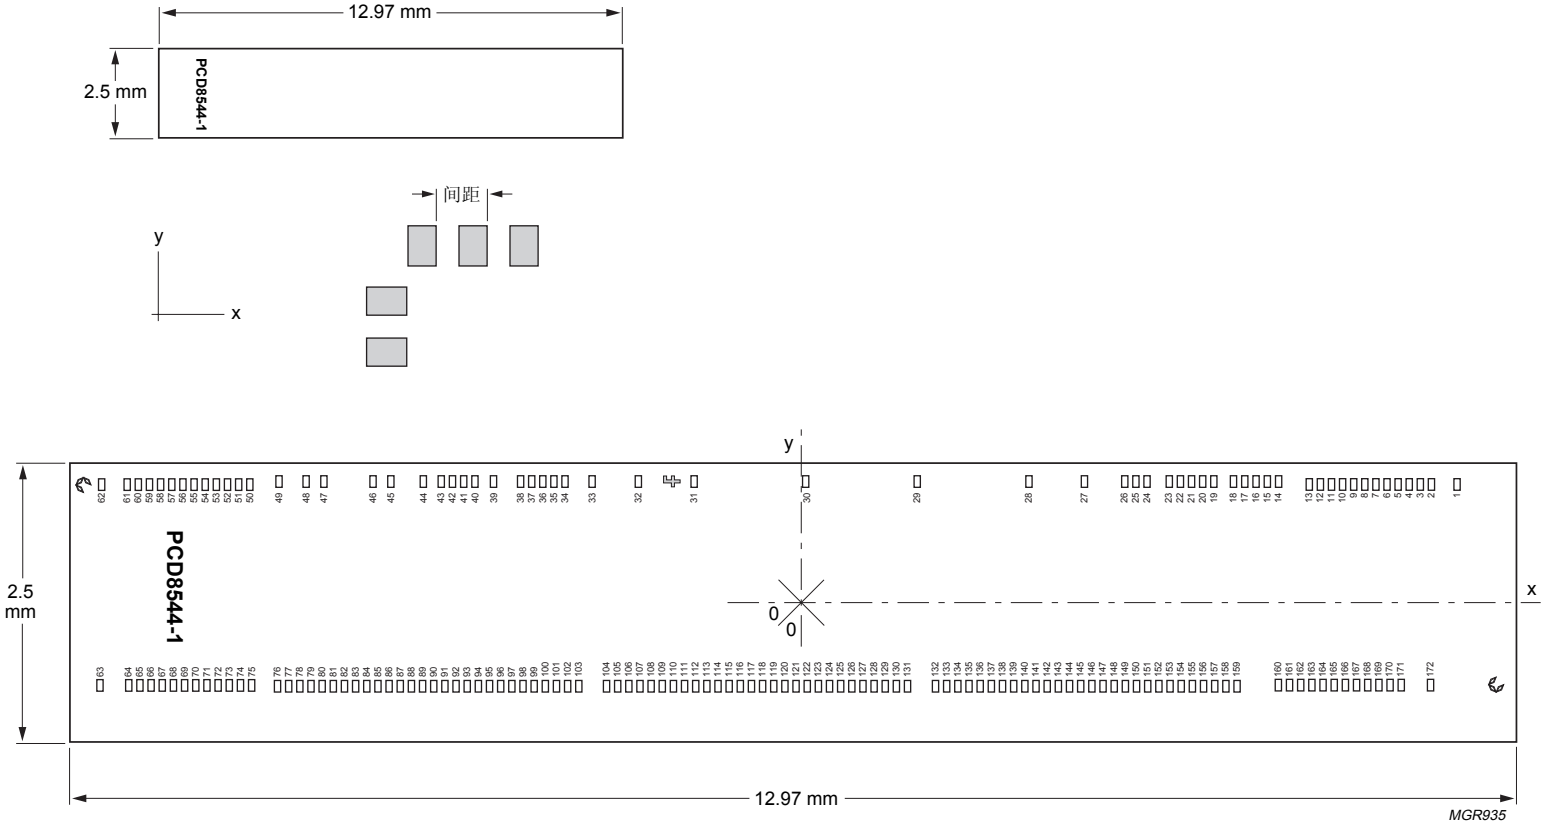

图 18 结合盘定位
14.1 结合盘信息 (见图18)
of chip (see Fig.18)